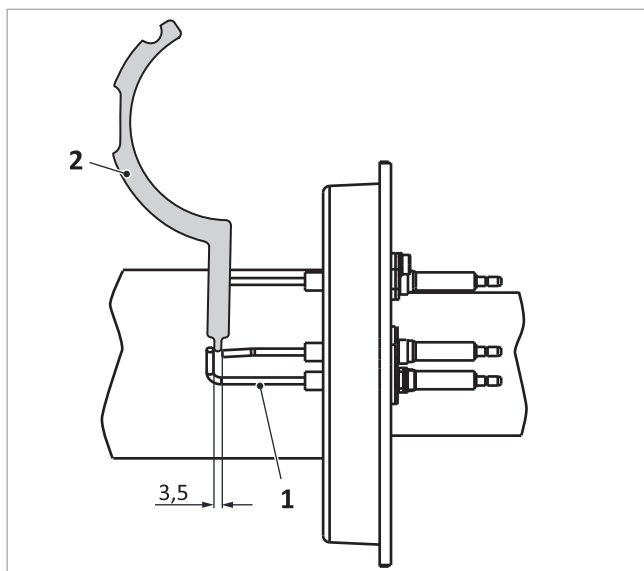

Fig. 40: Distancia entre electrodo a tierra y el electrodo de encendido
2. Comprobar las distancias del electrodo de ionización con ayuda de un calibre de electrodos → Fig. 40 (2) (en caso necesario, corregirlas doblándolos con cuidado).
- Electrodo entre ellos → Fig. 40 (1): 3,5 mm